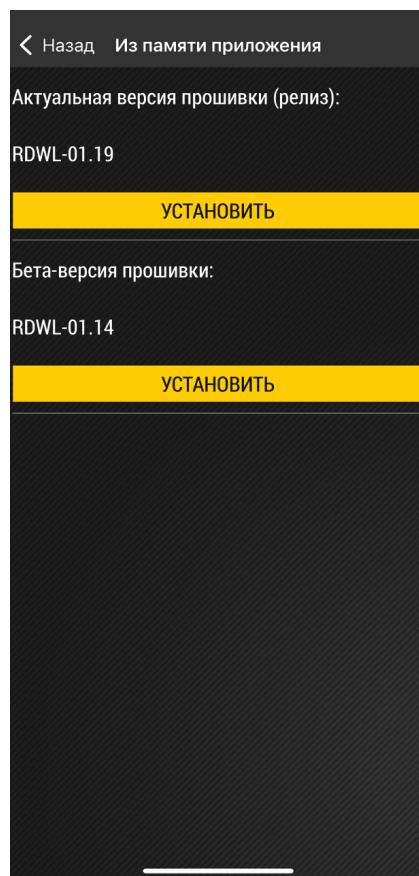

Рис.39. Установка прошивки
3. Выберите файл прошивки и нажмите кнопку «Установить» (**Рис.39**). По окончании обновления на экране появится сообщение об успешной установке.